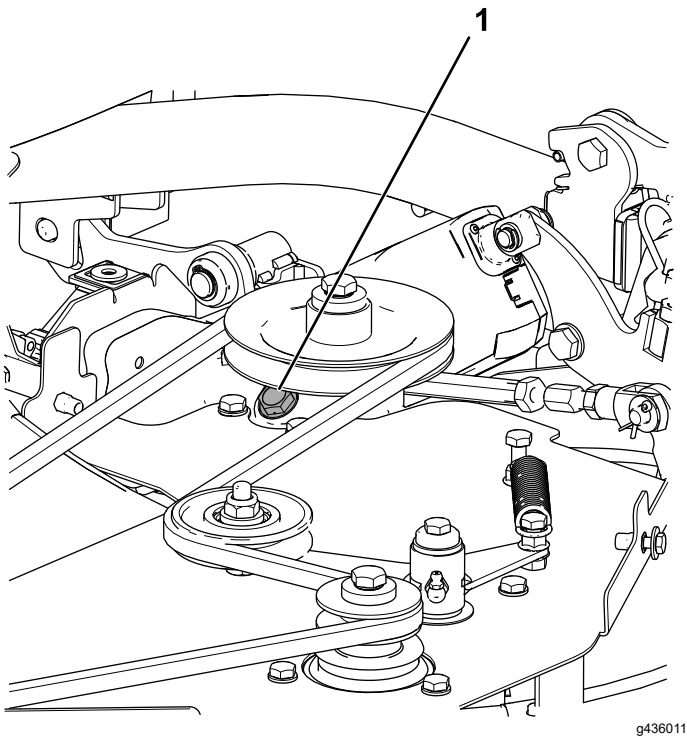

Figure 94
1. Retirez le bouchon du boîtier d'engrenages de l'unité de coupe (Figure 94).
3. Remettez le bouchon sur le boîtier d'engrenages de l'unité de coupe (Figure 94).